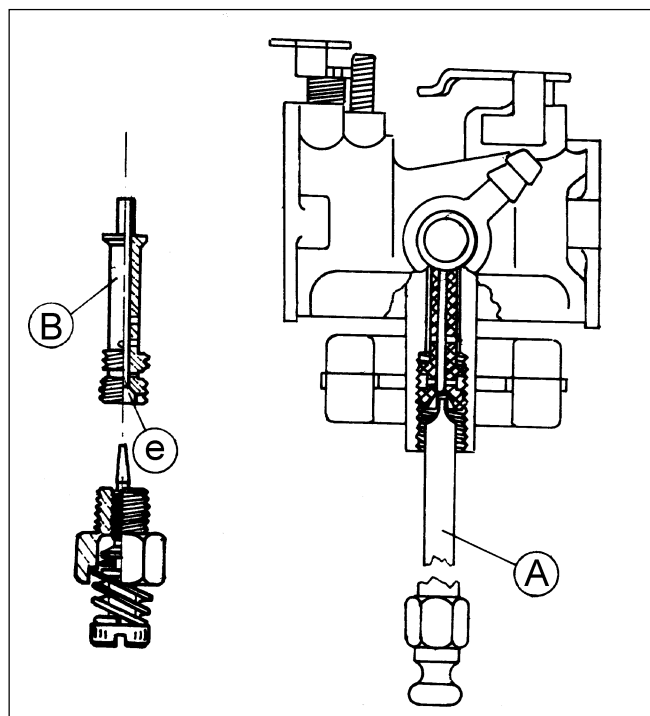

Fig. 15
- Contrôler si le joint ne présente pas de défauts, autrement le remplacer. Pour retirer et remplacer le gicleur principal, utiliser l'outil spécial fourni par Tecumseh (A sur la Fig. 15).
- Contrôler si l'entaille du gicleur principal (B sur la Fig. 15) n'est pas endommagée et si le gicleur ne présente pas de fissures profondes dans le logement vis de réglage principal.
- Contrôler si le trou d'étalonnage du gicleur du maximum (e sur la Fig. 15) n'est pas bouché ou endommagé.